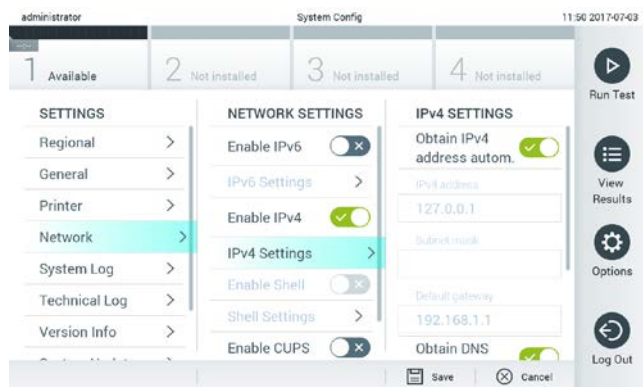

図 66. ネットワーク設定の構成。
2. 左列の settings（設定）リストから Network（ネットワーク）を選択します（図 66）。